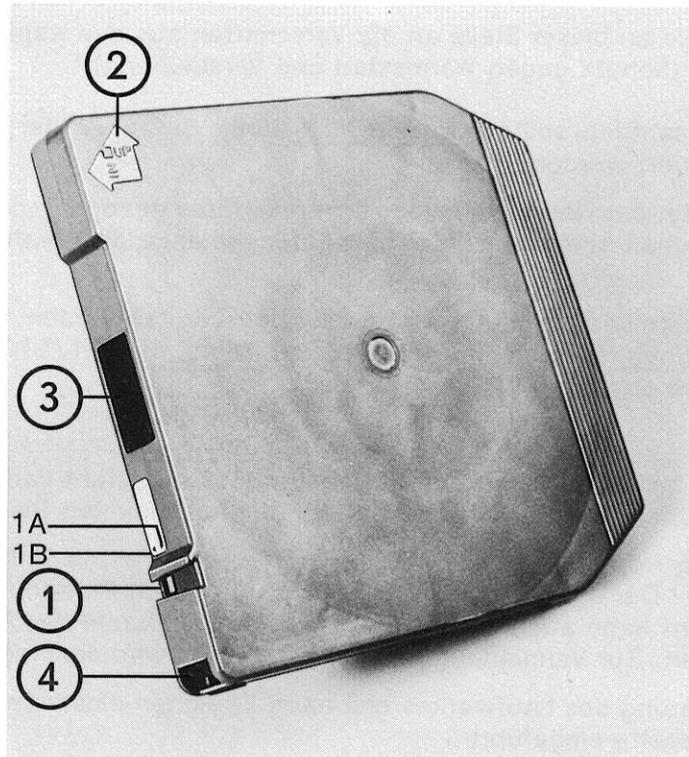

Abbildung 9 :
Abbildung 9 zeigt eine 8"-Magnetplatte. Wenn hier von Magnetplatte gesprochen wird, so ist genau genommen stets die Einheit aus eigentlichem Datenträger und Kassette gemeint. Beim Hantieren mit der Wechselplatte haben Sie stets die Kassette in der Hand. Die Kassette ist versiegelt und darf unter keinen Umständen gewaltsam geöffnet werden.
Der Schreibe- und Leseschutz der Wechselplatte wird mittels des Schaltknopfes ein- und ausgeschaltet, der in Abbildung 9 mit (1) gekennzeichnet ist. Die Stellung des Schaltknopfes wird nach dem Einlegen der Platte durch das Laufwerk ausgewertet.
Zur Schaltung des Schreibe- und Leseschutzes halten Sie die Kassette so, daß Sie auf die Schmalseite mit den Eintrittsöffnungen wie in Abbildung 9 blicken.